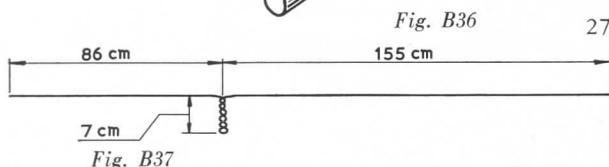

Fig. B37
27. Knip van het bruine gekleurde wikkeldraad 255 cm af. In deze draad moet nu een aftakking worden aangebracht. In fig. B37 kun je zien hoe dat moet gebeuren. Pas eerst 86 cm af, houd de draad daar vast en pas nog eens 14 cm af. Vouw dit stuk van 14 cm dubbel en draai het in elkaar. Zo heb je een aftakking van ongeveer 7 cm gekregen.